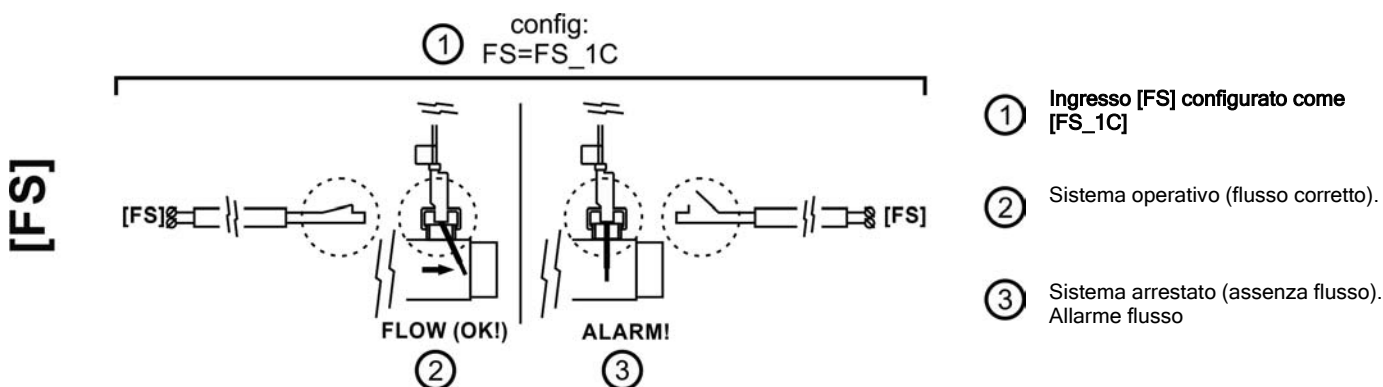

Fig. 7
**[FS] Controllo RILEVATORE DI FLUSSO ESTERNO OPZIONALE (non fornito con l'apparecchiatura):** ingresso per contatto privo di tensione. Collegare i cavi del rilevatore di flusso esterno all'ingresso corrispondente [FS] situato nel connettore [CN7] della scheda di alimentazione dell'unità. Quando il contatto collegato a [FS] si apre (rilevatore di flusso esterno in riposo, fig 7), e [FS] è stato configurato come [FS1c], il sistema di elettrolisi si spegne (allarme flusso).